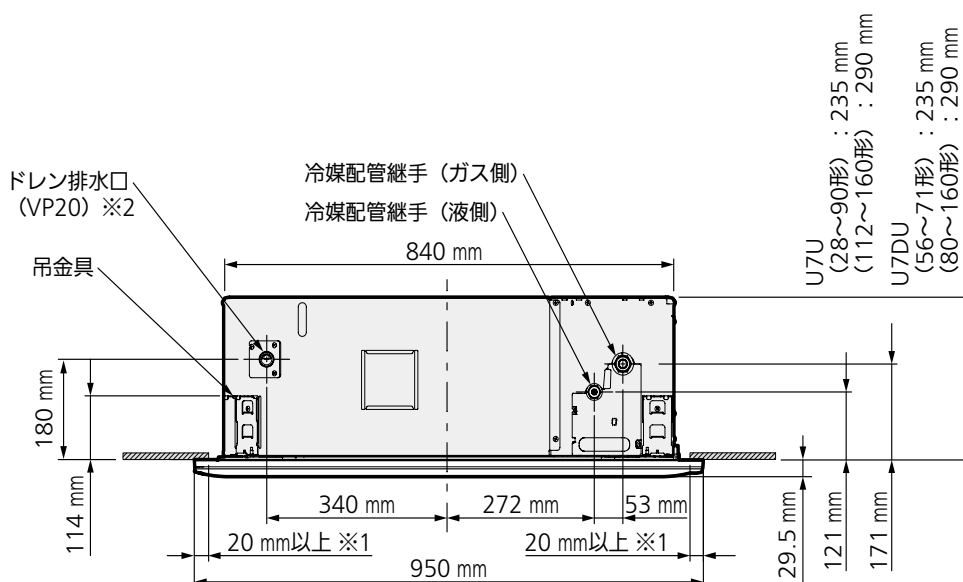

図6
- 6-5. 据付原寸図（梱包箱に印刷）で吊ボルトのピッチを出してください。吊金具と本体およびパネルとの位置関係は図6のとおりです。ナット（現地調達）およびワッシャー（付属品）は吊金具の上下にご使用ください。